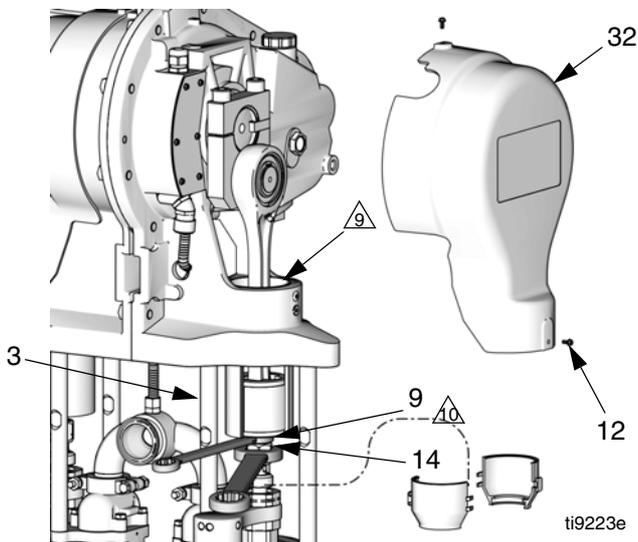

ABB. 14. Kupplungsmutter entfernen
1. Den Motor im Tippbetrieb laufen lassen, um die Pumpe auf der zu reparierenden Seite auf ihren unteren Totpunkt zu bringen. Auf diese Weise erhalten Sie Zugang zur Kupplungsmutter (14).
4. Zwei Schrauben (12) und die Abdeckung entfernen. In ABB. 14 ist die Abdeckung (32) gegenüber vom Motor dargestellt; die motorseitige Abdeckung ist (21).